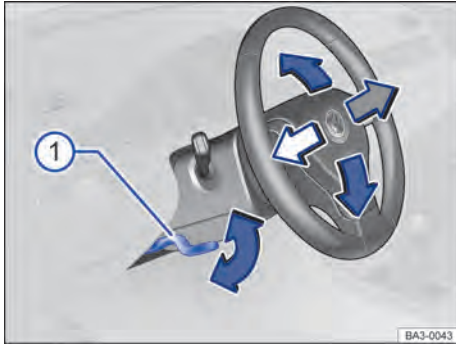

Fig. 62 Debajo y a la izquierda del volante junto con el revestimiento de la columna de dirección: palanca de ajuste de la posición del volante.
- Empuje la palanca hacia abajo sosteniéndola por su mango → fig. 62 ①.